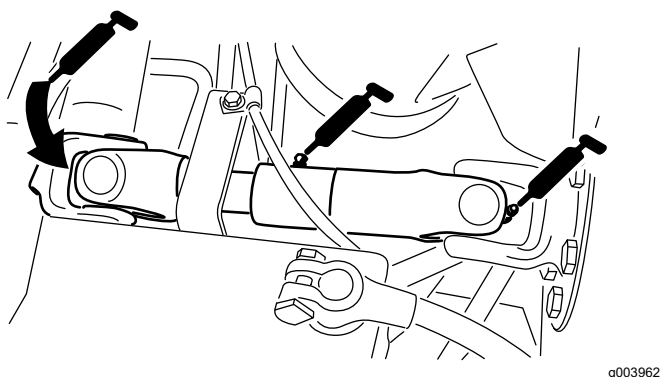

Рисунок 71
- Крестовина карданного вала насоса (3 шт.) — Рисунок 71